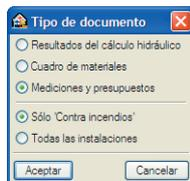

Fig. 1.41
- Pulse en el menú **Archivo>Imprimir>Listados de la obra** o directamente el icono  y seleccione **Mediciones y presupuestos**. Elija la opción deseada de las que aparecerán en la parte inferior de la ventana (Fig. 1.41) y acepte.